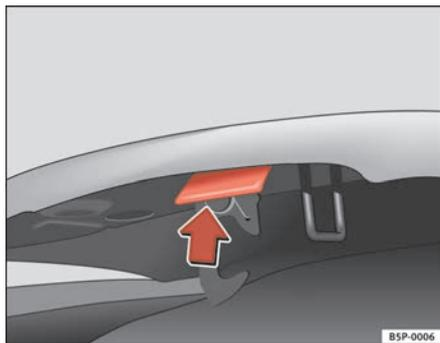

Fig. 171 Poignée d'ouverture sous le capot-moteur
- Appuyez sur la bascule sous le capot-moteur de manière à ce qu'elle soit orientée vers le haut ⇒ fig. 171. Le crochet de fixation est alors déverrouillé.